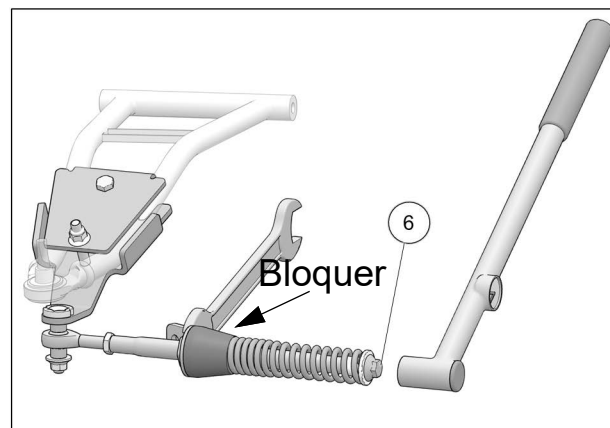

Fig. 24
10. Vérifier que le boulon du ressort (**6**) est serré au couple recommandé: 75 Nm [55 lb•pi]. Assurez-vous de bloquer en position, l'écrou devant l'amortisseur en caoutchouc. Voir Fig. 24